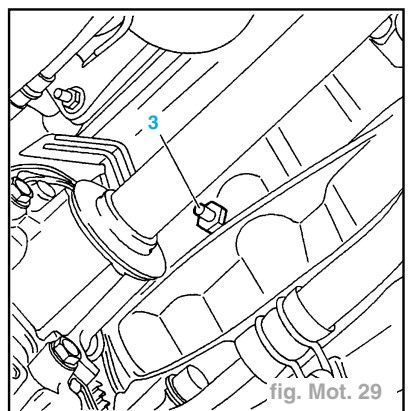

fig. Mot. 29
- Vidanger le bloc moteur en déposant la vis de vidange (3) (fig. Mot. 29) (uniquement sur XU10J4RS).
- Ouvrir la vis de vidange (3), serrer à **2,5 daN.m**.